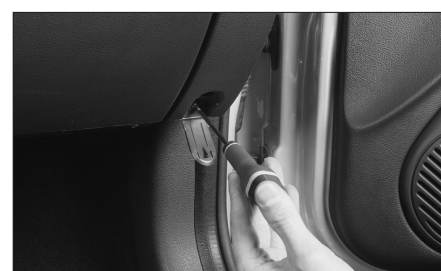

Fig. 41
- la vis de fixation inférieure droite (Fig.41),